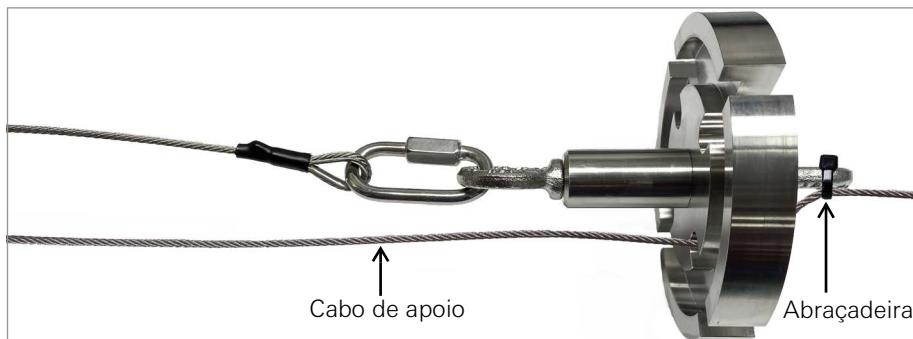

FIGURA 46: Prenda a extremidade de terminação ao suporte de suspensão
- 14. Gire a bobina de modo que o pino do elo de terminação fique visível, conforme mostrado na Figura 46, e remova o elo de terminação do cabo de apoio do pino na parte externa da bobina. Haverá excesso de cabo no topo da cadeia.